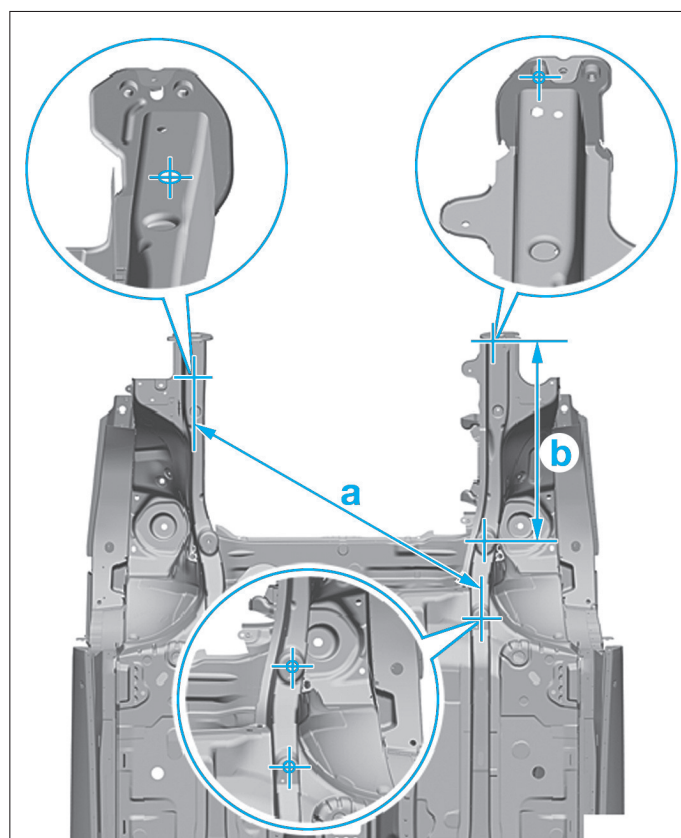

FIG.7
- Pour le contrôle ou la réparation des amortisseurs à l'aide des pièces 15-16-17-18 (Fig.7).